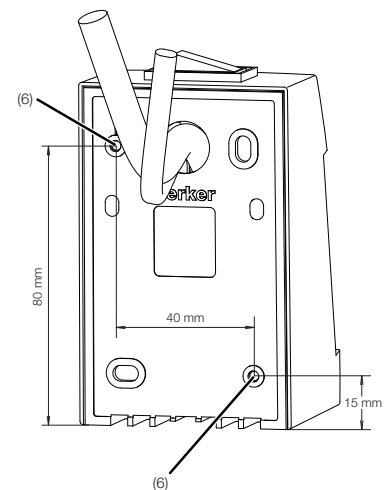

Bild 2: Abmessungen für rückseitige Montage des Komplettgerätes
Die Integro Box kann auch im zusammenmontierten Zustand mit der Rückwand des Spiegelschranks über die vorgesehenen Befestigungspunkte (6) verschraubt werden (**Bild 2**). Passende Schrauben sind auf Anfrage erhältlich.